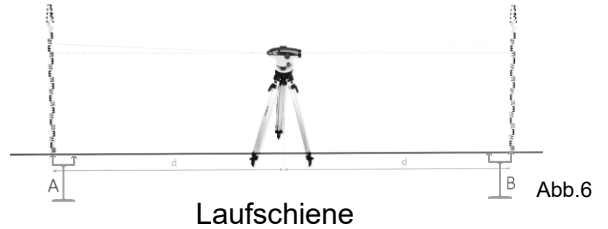

Abb.6
- bei unebenem Untergrund sollten die Laufschiene waagrecht mit Hilfe eines Nivelliergeräts ausgerichtet werden! Der Höhenunterschied sollte die Toleranz von 1mm nicht überschreiten! Abb.6